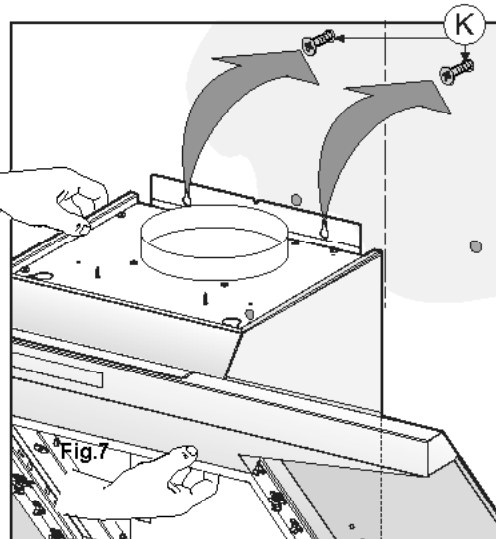

Fig. 7
- Навесьте вытяжку на стену, выровняв ее в горизонтальном положении, и закрутите шурупы **K** (рис. 7).